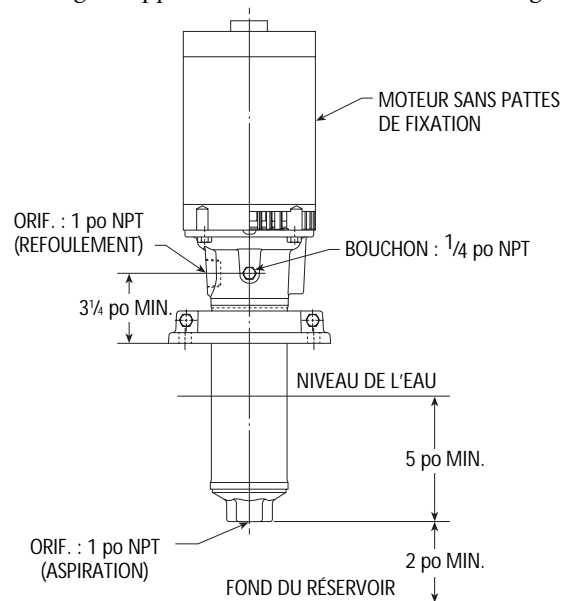

Figure 1
- On doit maintenir le liquide entre les niveaux minimal et maximal pour que la pompe fonctionne correctement. Voir la figure 1.